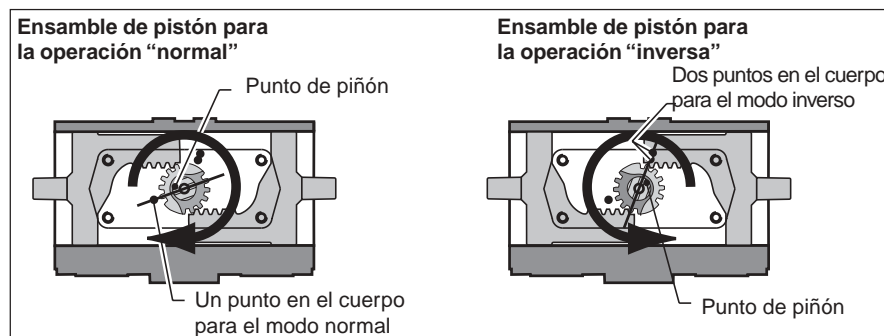

Fig. 6 Alineación de piñón
La rotación normal es en el sentido de las agujas del reloj con cada pistón moviéndose hacia el otro (vista desde arriba de la ranura en la parte superior del piñón, véase la fig. 6).
10.3.1 Rotación en el sentido de las agujas del reloj (con los pistones moviéndose hacia adentro, véase la fig. 6)
- 7 Lubrique ligeramente todas las muescas del pistón, el asiento del engranaje y los anillos 'O' (4) del pistón. Coloque los anillos 'O' (4) y los anillos de desgaste (3) en el pistón.
- 8 Ajuste el bloque de cojinete (10) en la parte trasera del pistón.
10.3.2 Rotación en el sentido contrario a las agujas del reloj (con los pistones moviéndose hacia adentro, véase la fig. 6)
- 2 Pase la biela retractora HYTORK debida a través del casquete (fig. 6) y atornillela
- Para XL 26 a XL681, en los pistones (20)
- 6 Una vez que se hayan colocado los casquetes y las SAFEKEYS se hayan ajustado debidamente, extraiga las bielas retractoras HYTORK y vuelva a colocar los pernos de obturación (28) y las juntas (29).